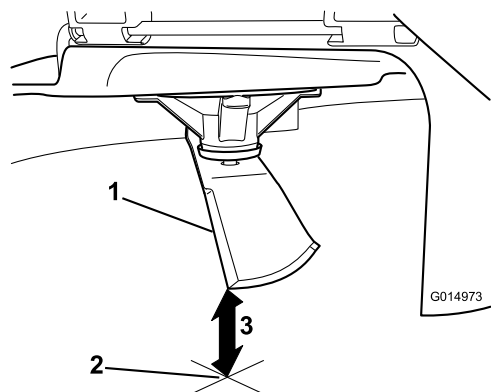

Figure 53
5. Mesurez la distance entre la pointe de la lame et la surface plane (Figure 53).